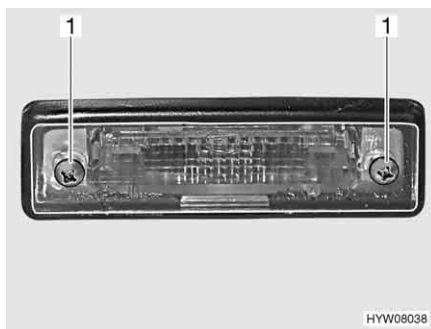

Fig. 237 Luci posteriori (luce targa)
- Svitare due viti degli involucri (Fig. 237,1).